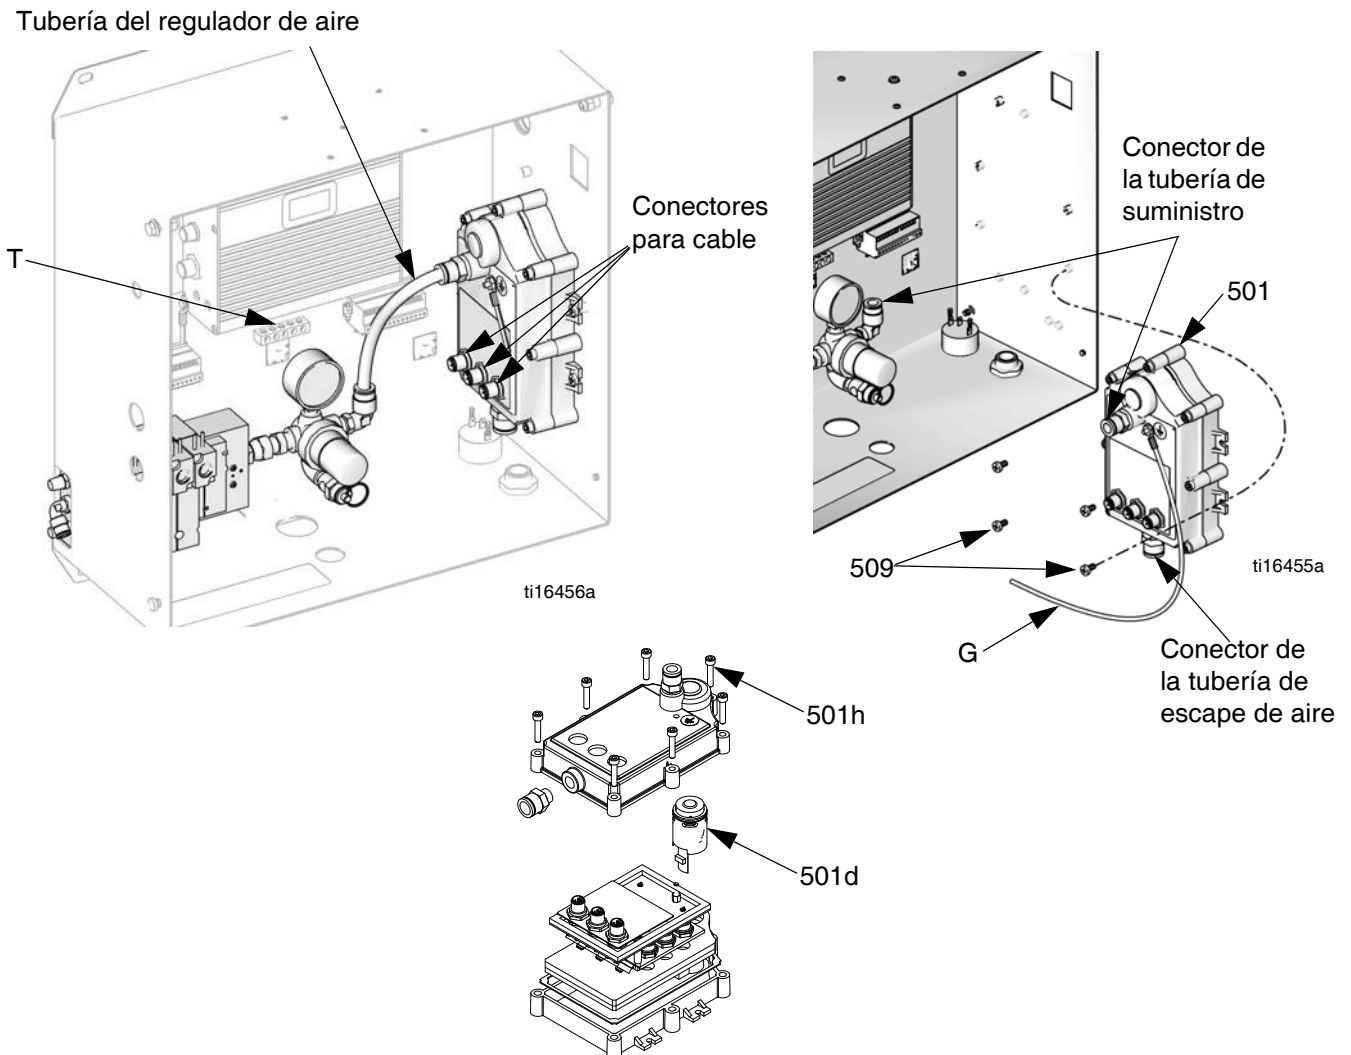

FIG. 9. Desmontaje del módulo del alternador (y turbina)
3. Vea la FIG. 9. Desconecte las conexiones de los cables de salida de alimentación del módulo de alternador (501). Desconecte el cable de tierra (G) del bloque de bornes de tierra (T) de la caja de control.
6. Retire los cuatro tornillos (509) del montaje para desmontar el alternador de la caja de control.